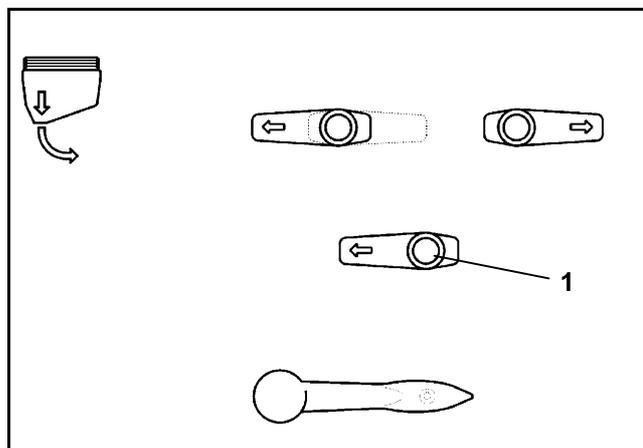

Fig. 7.10
- Regresar el grifo de conmutación de 3 vías (Fig. 7.10/1) según la Fig. 7.10 a la posición inicial.